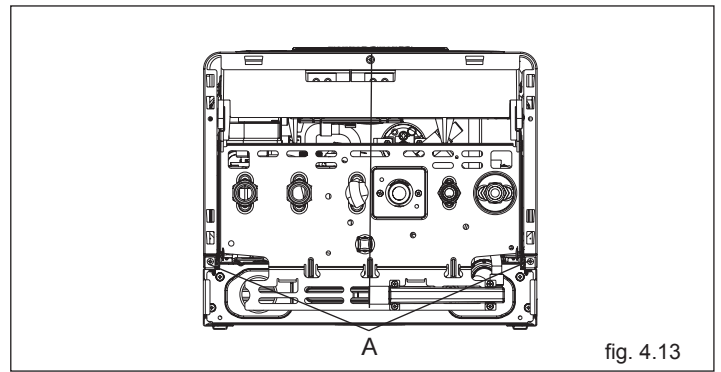

fig. 4.13
- rimuovere il mantello svitando le viti di fissaggio **A** (fig. 4.13)